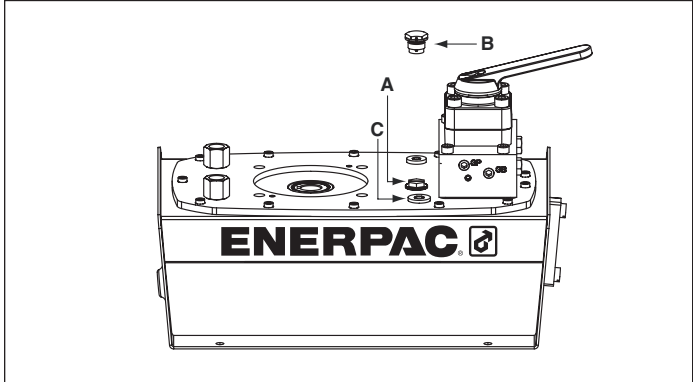

Figura 2, instalación de conducto de aireación ZG
4.1 Tapón del conducto de aireación del depósito (véase Figura 2)
Verifique el nivel de aceite de la bomba antes de encender, y en caso de ser necesario, agregar aceite removiendo el tapón del puerto de rellenado. Asegurarse siempre de que los cilindros se encuentran completamente retraídos antes de agregar fluido al depósito. Véase Figura 2.